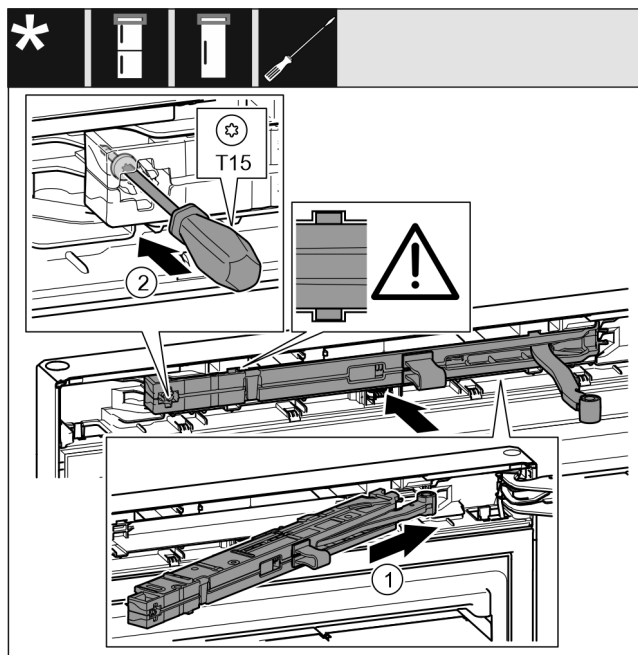

Fig. 25
- ▶ Під нахилом просуньте демферний вузол з боку опорного кронштейна в отвір до упору. Fig. 25 (1)
- ▶ Закрутіть гвинт за допомогою викрутки T15. Fig. 25 (2)